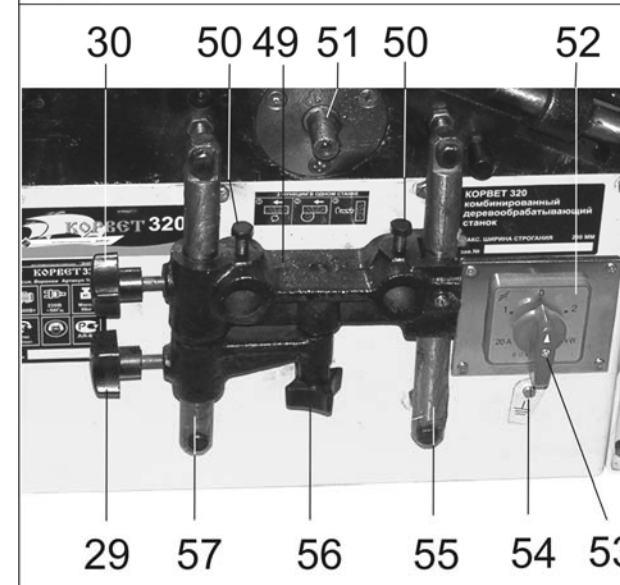

Рис. 8
9.4.1. Для включения станка необходимо (Рис.8):
- повернуть ручку переключателя (53), в зависимости от направления вращения, в положение «1» или «2»;
5.4.2. Для выключения станка необходимо (Рис.8):
- установить ручку переключателя (53) в положение «0»;